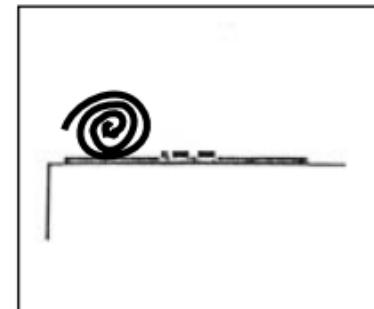

Abb. 7: Dicke
- mit dickem Teppichmaterial zwischen Mikrofon und störender Schallquelle den Störschall dämpfen (s. Abb. 7).